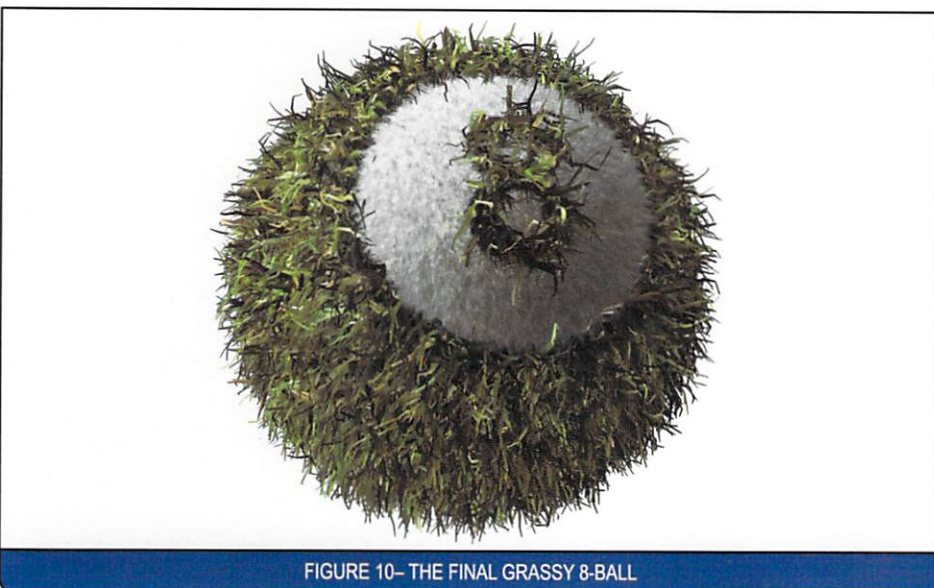

FIGURE 10- THE FINAL GRASSY 8-BALL
15. Render the 8-Ball (F9). **SEE FIGURE 10**.